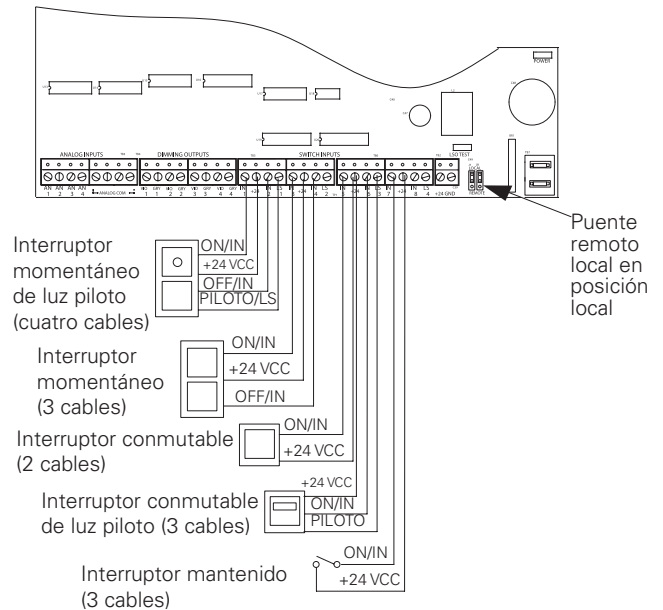

Figura 10: Cableado del interruptor de bajo voltaje del ControlKeeper 4A
3. Asegúrese de que los puentes remotos locales se hayan movido a la posición local (sobre las clavijas superiores) para ambos puentes (J7 y J8), para permitir así que los 24 VCC lleguen a los canales del interruptor de bajo voltaje. Consulte la Figura 10 a continuación para ver la ubicación.
4. Revise los detalles de cableado en la Figura 10 para obtener detalles sobre las conexiones de distintos dispositivos al sistema ControlKeeper 4A.
El ControlKeeper 4A tiene hasta cuatro canales de entrada que permiten conectar un cable de luz piloto desde un interruptor luminoso. Los terminales vienen marcados como LS en la placa lógica. Consulte la Figura 10 anterior para obtener referencias sobre el interruptor momentáneo de luz piloto como ejemplo de cableado.